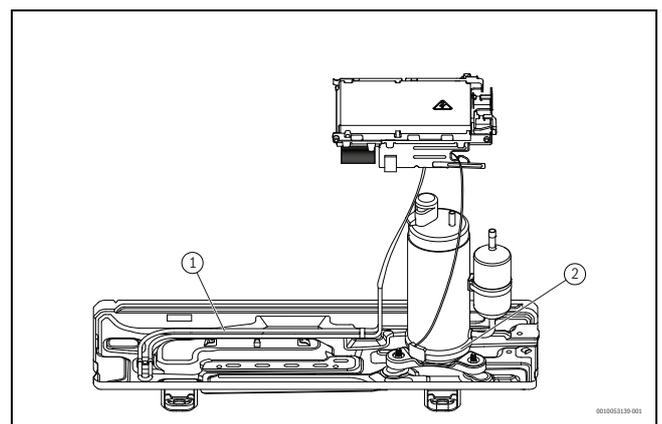

Fig. 8
- ▶ Utilizzando il foro superiore centrale, fissare la piastra di montaggio alla parete con una vite e un tassello e metterla in piano in senso orizzontale (→ fig. 8).